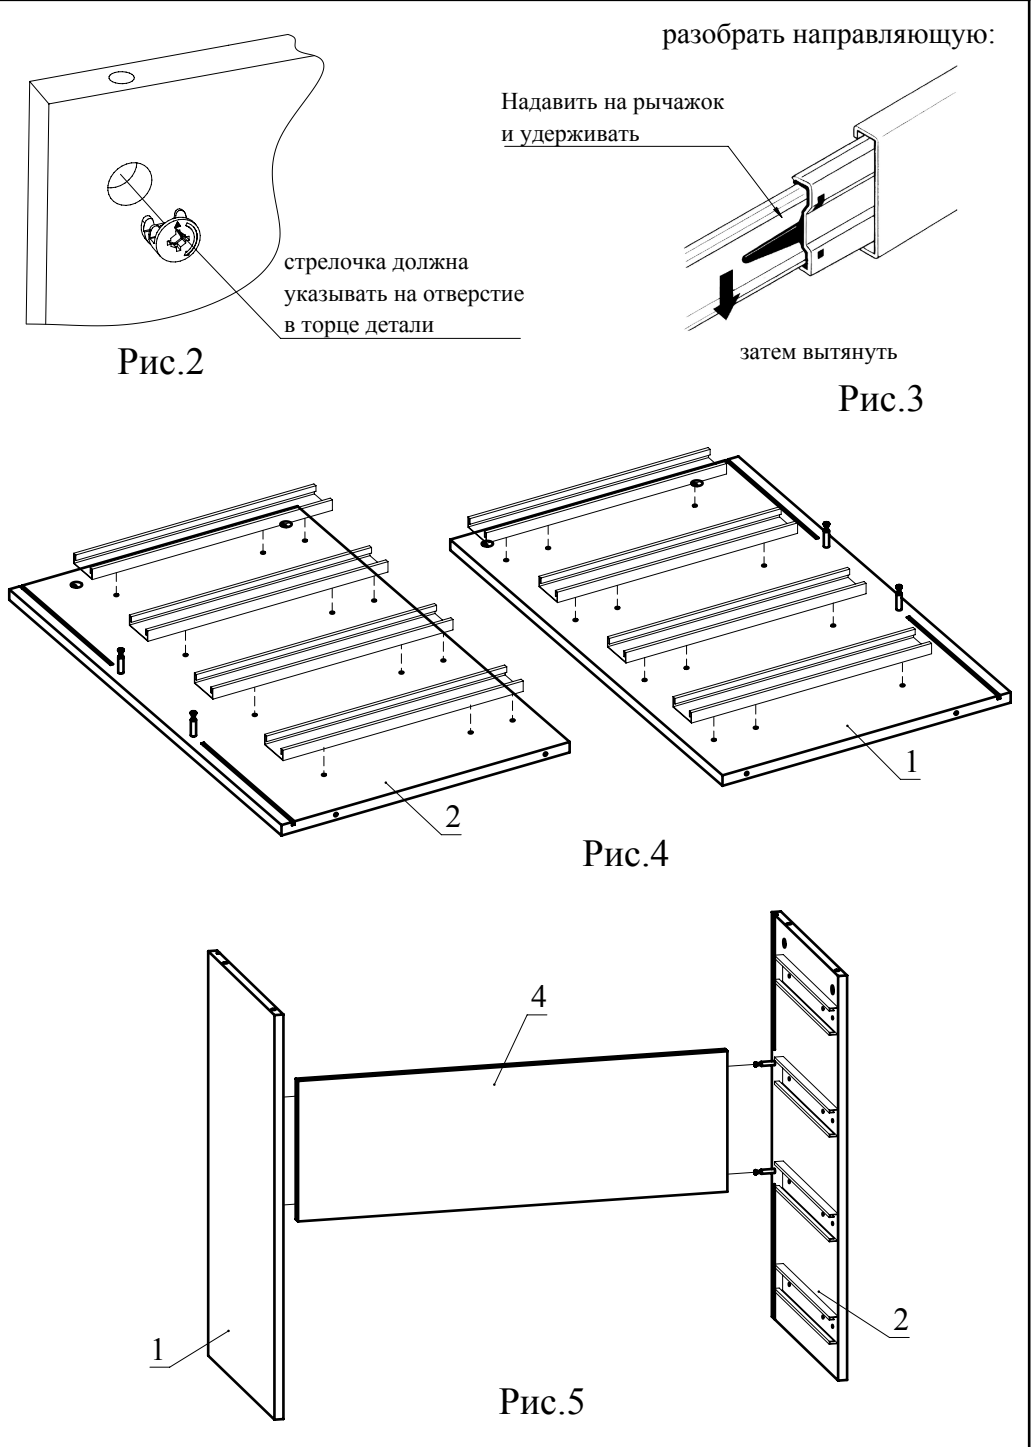

Рис.5
4. Соберите сборку согласно схемы, затягивая головки минификсов конфирматным ключом по часовой стрелке до упора (Рис. 5).